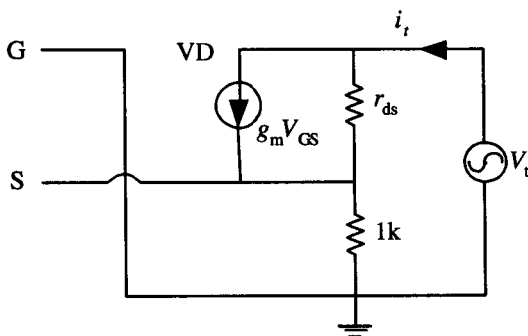

图 1-5
2. 画出交流等效电路如图 1-5 所示， $V_t$  为外加测试电压，则有：